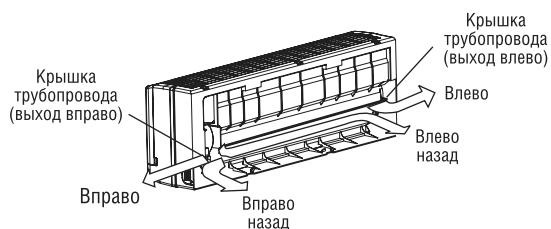

Рис. 6
- Для подключения трубопровода к внутреннему блоку справа или справа сзади снимите заглушку с левой стороны задней крышки. Объясните пользователю, что заглушку нужно сохранить на тот случай, если кондиционер в будущем устанавливают в другое место (рис. 6).